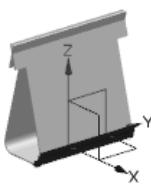
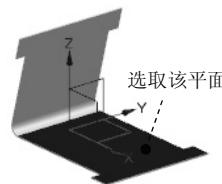
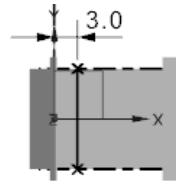

图 4.8.9 “折弯”特征 2
图 4.8.10 选取草图平面
图 4.8.11 折弯线
Step5. 创建图 4.8.9 所示的“折弯”特征 2。选择下拉菜单 **插入(S)** → **折弯(W)** → **折弯(B)...** 命令，系统弹出“折弯”对话框；单击  按钮，系统弹出“创建草图”对话框，选取图 4.8.10 所示的平面为草图平面，绘制图 4.8.11 所示的折弯线，完成后退出草图环境；在“折弯”对话框 **折弯属性** 区域下的 **角度** 文本框中输入折弯角度值 105；单击“反侧”按钮 ，反转折弯侧；在 **内嵌** 下拉列表中选择 **折弯中心线轮廓** 选项；在 **折弯参数** 区域中单击 **折弯半径** 文本框右侧的  按钮，在弹出的菜单中选择 **使用本地值** 选项，然后在 **折弯半径** 文本框中输入折弯半径值 1；单击 **<确定>** 按钮，完成特征的创建。